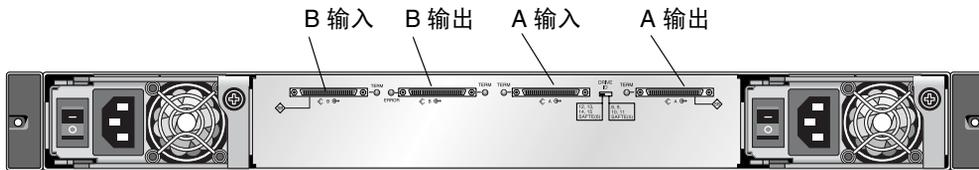

图 4-7 Sun StorEdge 3120 SCSI Array 端口名称
1. 若要将 JBOD 单元配置为单总线配置，请使用 SCSI 跳接电缆将标记有 SB 图标的 SCSI 端口、B 输入和 A 输出端口如图 4-7 所示进行连接。用 6 次完整的顺时针旋转来上紧电缆插座螺钉，确保连接和操作正确。